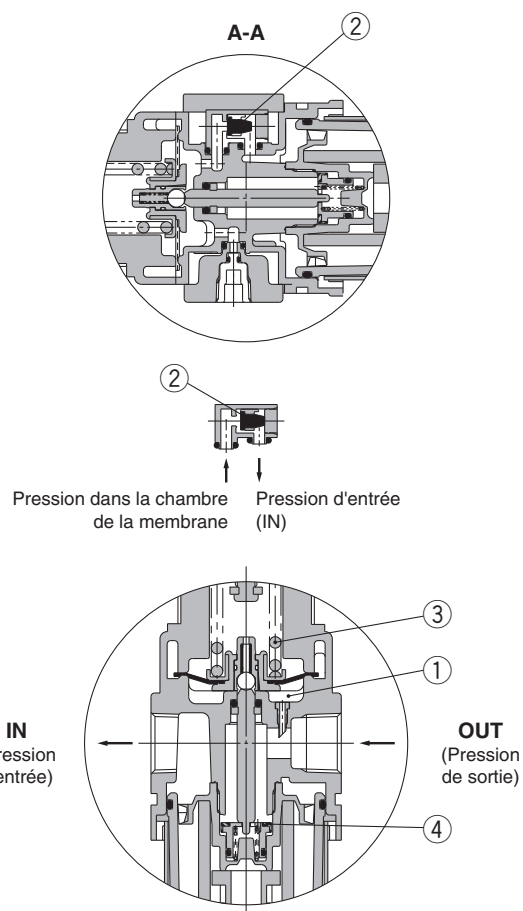

Figure 2 Débit inversé
Lorsque la pression à l'admission est coupée et évacuée, la pression à l'admission appliquée au clapet ① est perdue. La force d'appui du clapet ① réside dans la force du ressort ② uniquement. Lorsque le clapet ① s'ouvre sous l'effet de la force de sortie, la pression de sortie sera évacuée côté admission. (Figure 2)
Lorsque la pression à l'admission est coupée et évacuée, le clapet antiretour ② s'ouvre et la pression dans la chambre de la membrane ① est évacuée côté sortie (Figure 2).
La pression baisse dans la chambre de la membrane ① et, la force générée par le ressort du régulateur de pression ③ élève la membrane. Le clapet ④ s'ouvre grâce à la tige et la pression de sortie est libérée du côté admission (Figure 2).